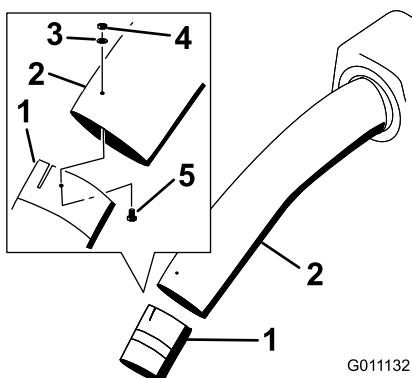

Figura 28
14. Una los tubos superior e intermedio con 3 pernos (#10 x 3/4 de pulgada), 3 arandelas planas (7/32 de pulgada), y 3 contratuerca (#10) (Figura 28).